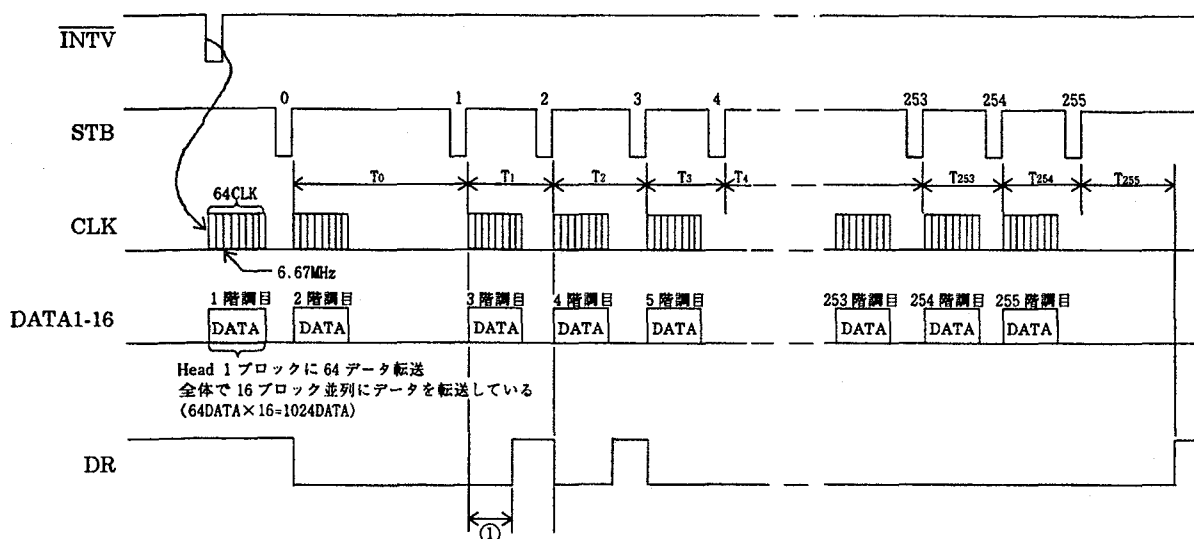

図 4-9. 階調発生
- (ii) ラインメモリーに取り込まれたデータは、IC301 内部の階調発生回路に、入力されます。階調データ発生回路は、ラインメモリーに取り込まれた 8bit のデータを、1~256 段階のデータとして、出力する回路で、8bit データが 128 であった場合、図 4-9. 中 DATA1~16 の 1~128 階調目までは、ヘッドに対して、データ "H" を出力し、129 階調目以降は、データ "L" の出力を行います。
(vi) さらに DRパルスも、前項の基本動作説明に記したように、コントロールしてやれば (図 4-9. 中 ①部)、より細かな階調表現が可能となります。
*注：①のような部分は、STB パルスの T 間隔が約 9.6 μ s になった時に、発生します。